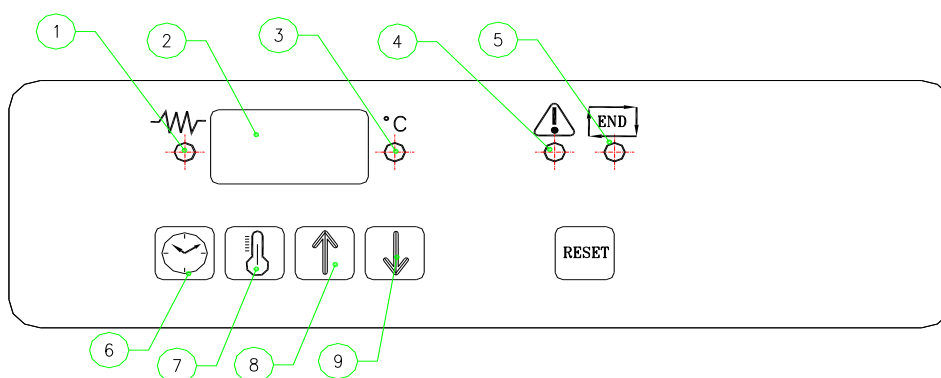

Fig. 4
- Espere que o dispositivo acústico ou o LED de término do ciclo se liguem (pos. 5, fig. 4) e puxe a gaveta para fora imediatamente para evitar o sobreaquecimento da película termorretrátil.
- A operação de selagem térmica não pode ser realizada antes de a placa de selagem atingir a temperatura ajustada (LED pos. 3 aceso, fig. 4). A máquina não executa o ciclo.